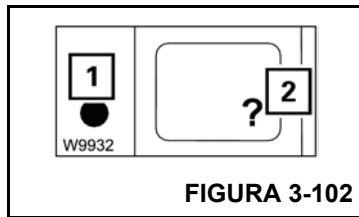

FIGURA 3-102
Pressione uma vez o botão (2) (Figura 3-102). O botão apenas se ativa quando a lâmpada (1) pisca ou acende.